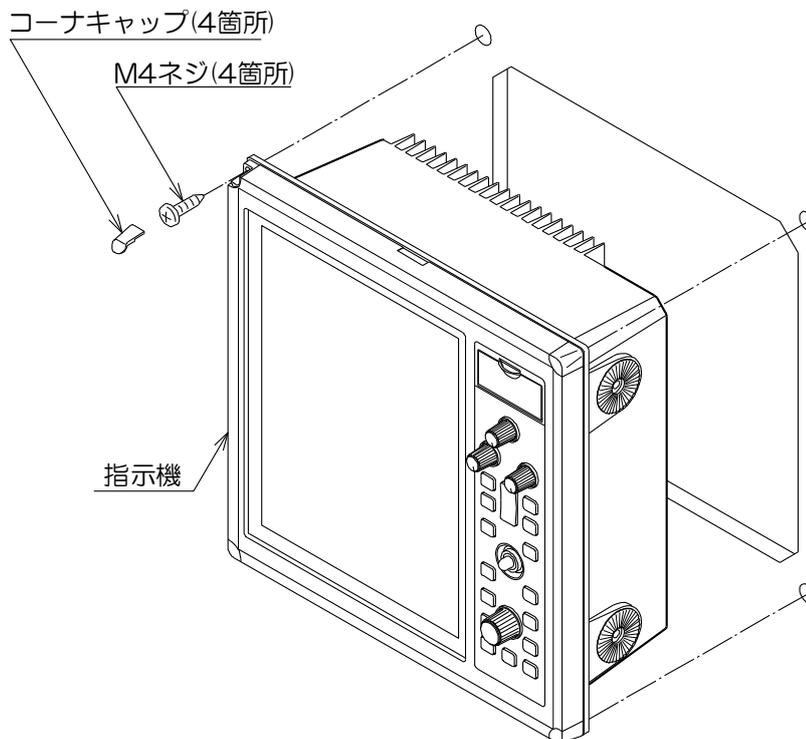

図 3.9 指示機をパネルに取付ける
- (1) 指示機を加工したパネル開口部に取り付けます。
- (2) 図3.9のように4箇所を4mmのネジで締めて指示機を固定します。
- (3) 4角のコーナーキャップを取り付けます。